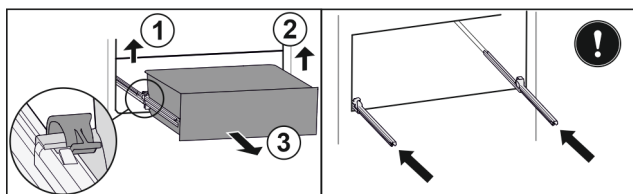

Fig. 231
- Zvedněte levou svorku a současně vytáhněte zásuvku vlevo dopředu. Fig. 231 (1)
- Zvedněte pravou svorku a současně vytáhněte zásuvku vpravo dopředu. Fig. 231 (2)
- Vyjměte zásuvku dopředu. Fig. 231 (3)